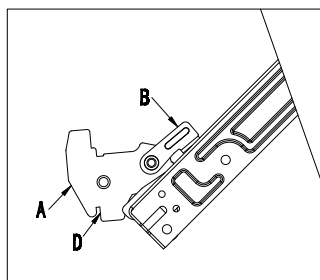

Fig.11-1
- Abra completamente a porta e levante as 2 alavancas "B" (fig.11-1);